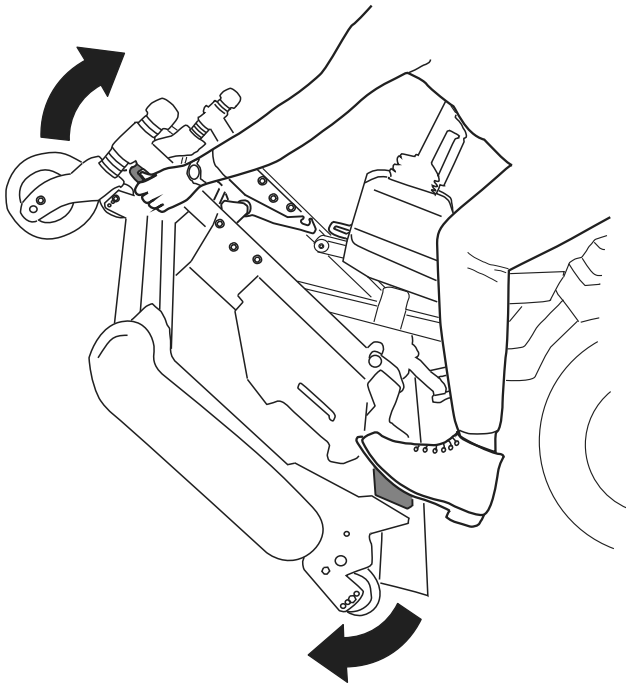
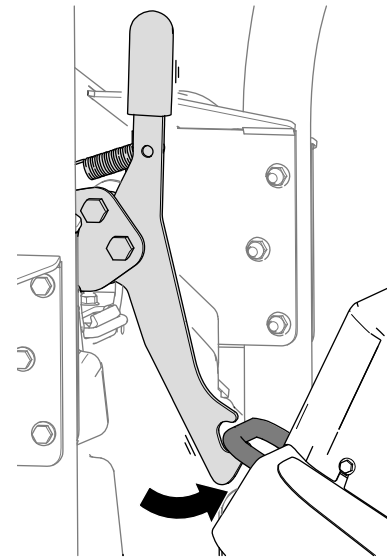
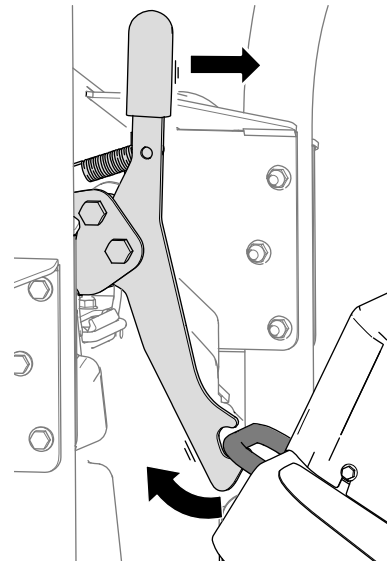

Figura 36
Figura 37
Figura 38
5. Gire la unidad de corte (Figura 36) hasta que el cierre se enganche en la placa de amarre (Figura 37).
1. Desenganche el cierre de la unidad de corte de la placa de amarre (Figura 38) girando ligeramente la unidad de corte hacia adelante (Figura 36) y tirando hacia adelante de la palanca del cierre.